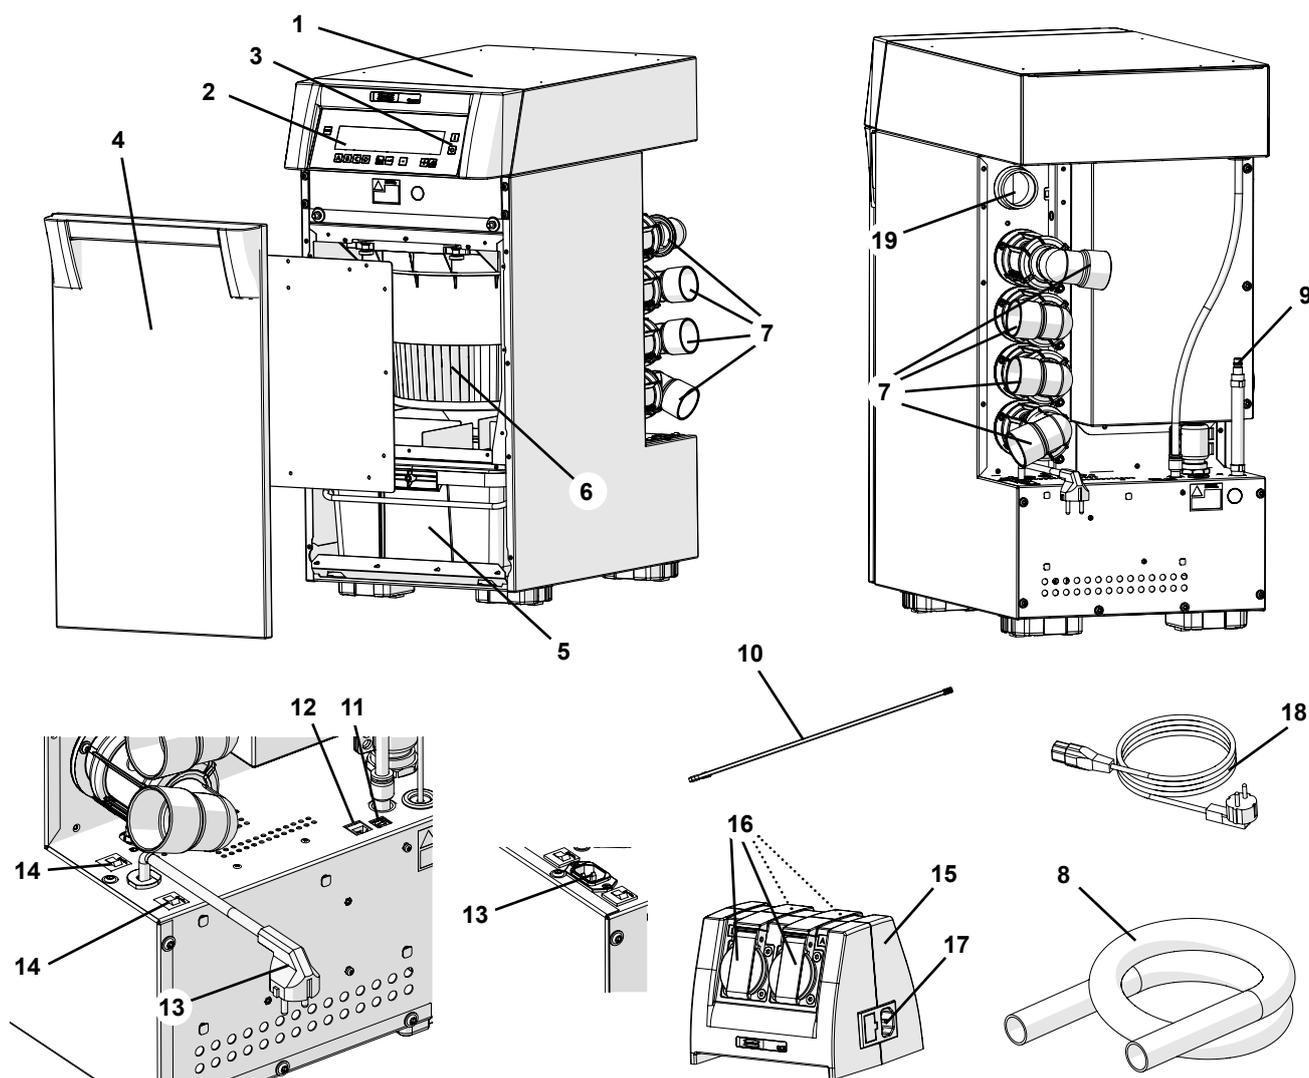

Fig. 1
- ▶ Le prese predisposte sul Quattro Control-Box (15, Fig. 1) sono previste solo per gli scopi descritti nel libretto di istruzioni. La connessione di altre utenze elettriche può causare danni materiali.
⇒ Collegare il tubo flessibile dell'aria di raffreddamento all'apposito raccordo (19, Fig. 1).
⇒ Spegner l'apparecchio tramite interruttore on/off (3, Fig. 1).
Sull'apparecchio, il tubo per l'aria compressa è montato fisso. (9, Fig. 1).